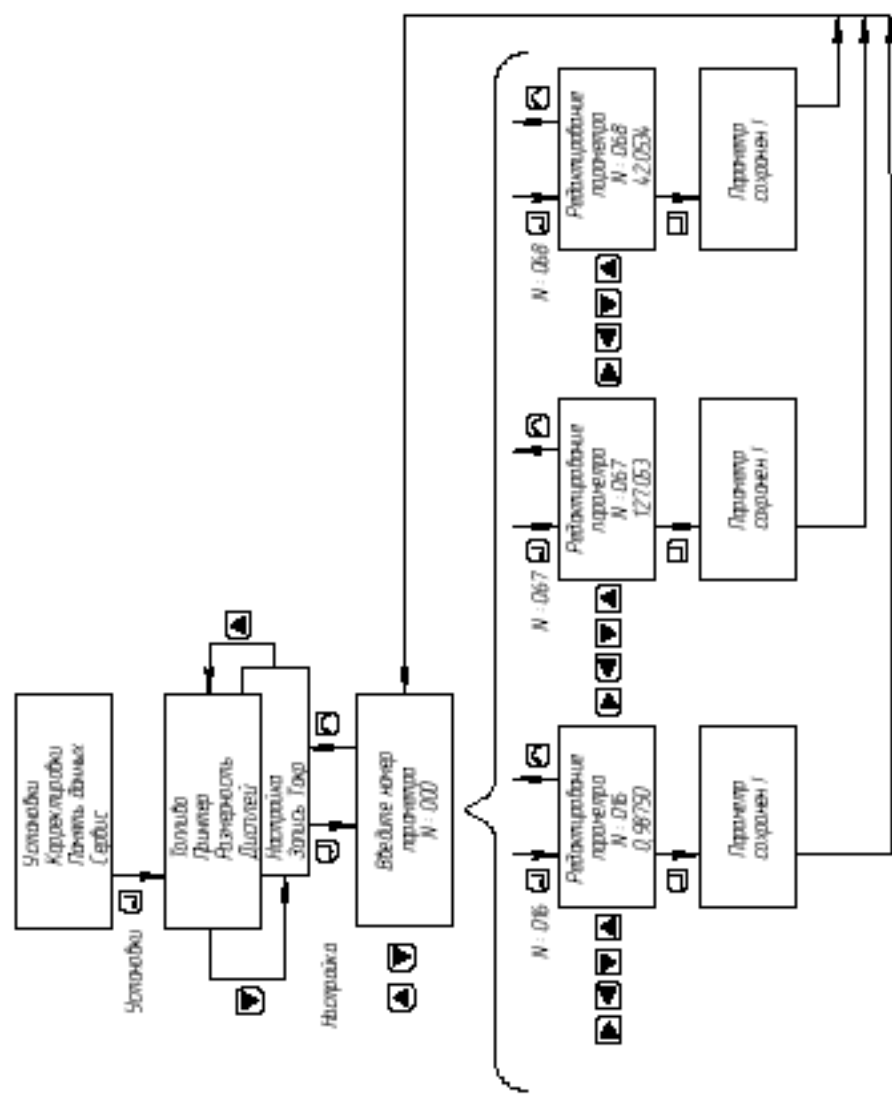

Рисунок 2.12 – Редактирование параметров настройки преобразовника
1) ввести в память газоанализатора поправочные коэффициенты. Для этого выбрать пункт меню «УСТАНОВКИ→НАСТРОЙКА» (рисунок 2.12), в появившемся окне ввести требуемый номер параметра (номера параметров и их числовые значения указаны в этикетке на пробозаборник